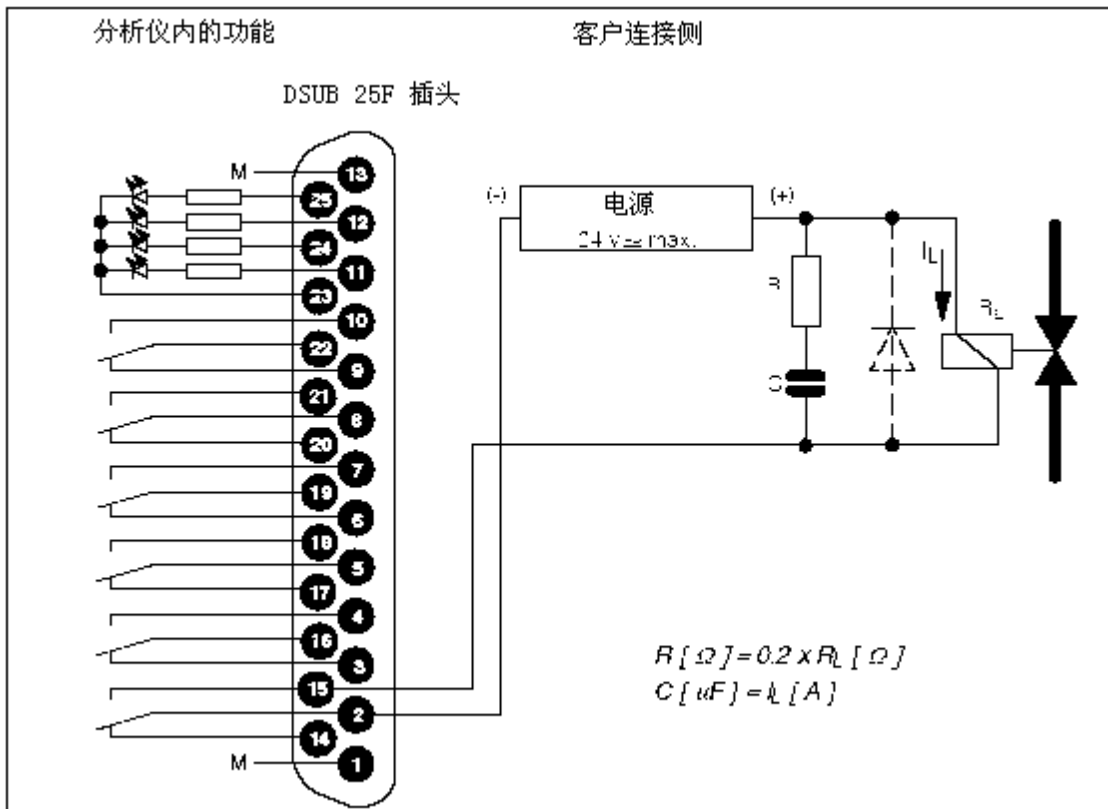

图 2-2 在一个继电器触点处抑制火花的实例（架装式分析仪）
- RC 元件必须要按照图 2-2 所示那样连接以作为一个抑制在继电器连接处 (例如极限继电器) 产生火花的方法。注意: RC 元件会因某感应组件而导致响应滞后 (例如: 电磁阀)。